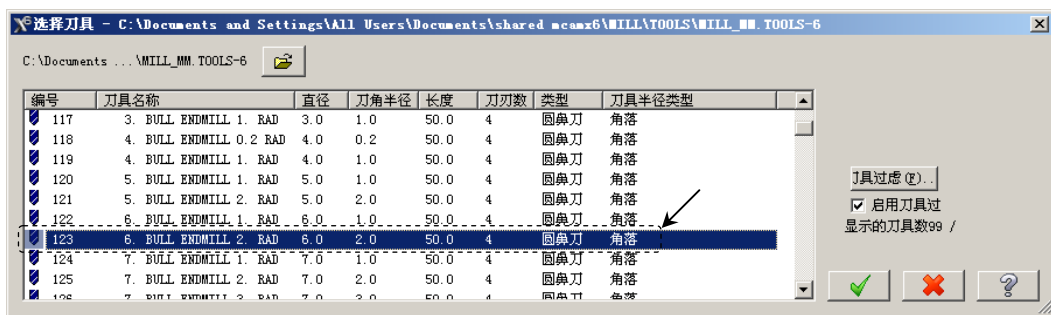

图 11.26 “选择刀具”对话框
(4) 单击 按钮，完成加工区域的设置，同时系统弹出“曲面精加工等高外形”对话框。
Step5. 选择刀具。在“曲面精加工等高外形”对话框中单击 **选择刀库** 按钮，系统弹出“选择刀具”对话框，在该对话框的列表框中选择图 11.26 所示的刀具。单击 按钮，关闭“选择刀具”对话框，系统返回至“曲面精加工等高外形”对话框。